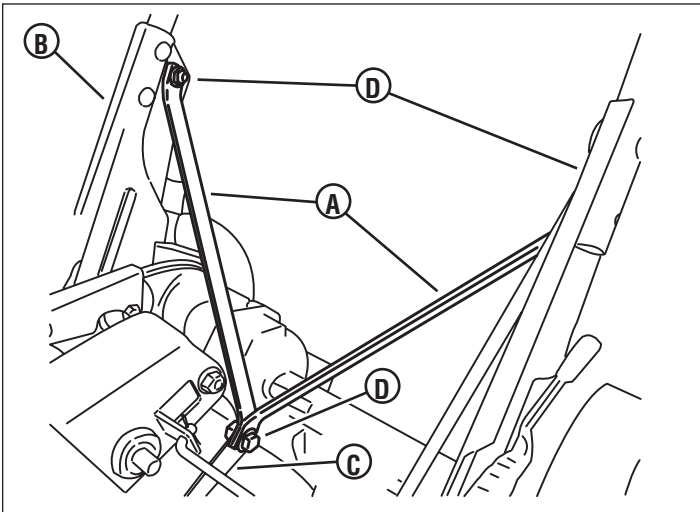

Figure 6
6. Installer les deux entretoises de poignée (A, Figure 6) entre les supports de la poignée inférieure (B) et le support du disque d'entraînement (C) sur l'arrière du capot de tondeuse. Aligner le trou supérieur de chaque entretoise avec le trou à fente situé dans la portion supérieure de chaque support de poignée, et fixer avec un boulon à tête hexagonale à embase 5/16-18 x 3/4" et un écrou de bride (D). Aligner le trou au bas des deux entretoises avec le trou à l'arrière du support du disque d'entraînement, fixant le tout avec le même matériel décrit ci-dessus. Bien serrer tout le matériel.